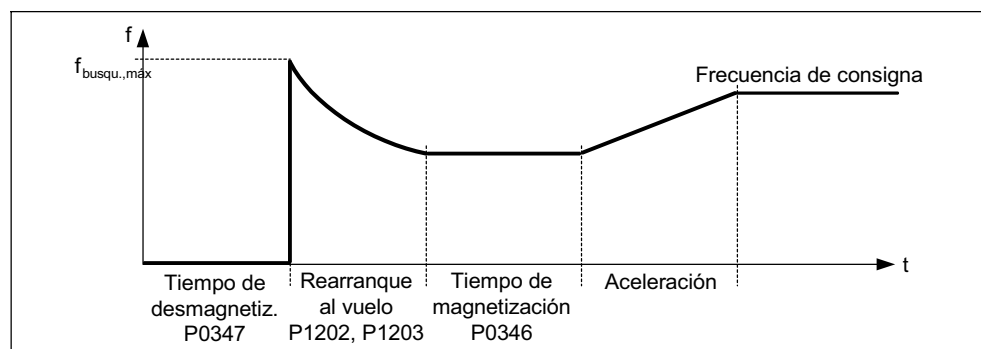

Figura 3-61 Rearranque al vuelo
Según se ajuste en el parámetro P1200 y una vez acabado el tiempo de desmagnetización P0347 se inicia el rearranque al vuelo con la frecuencia de búsqueda máxima  $f_{\text{búsq.máx.}}$  (véase Figura 3-61).
- Característica V/f (P1300 < 20): Con la velocidad de búsqueda que resulta del calculo en P1203, se disminuye la frecuencia de búsqueda en función de la intensidad del circuito intermedio. A la vez se aplica al motor la intensidad de búsqueda parametrizada en P1202. Si la frecuencia de búsqueda se encuentra cercana a la frecuencia del rotor, cambia repentinamente la intensidad del circuito intermedio, ya que el flujo en el motor aumenta. Una vez alcanzado ese estado, la frecuencia de búsqueda permanece constante y la tensión de salida cambia al valor de tensión de la característica V/f durante el tiempo de magnetización P0346, (véase Figura 3-61).